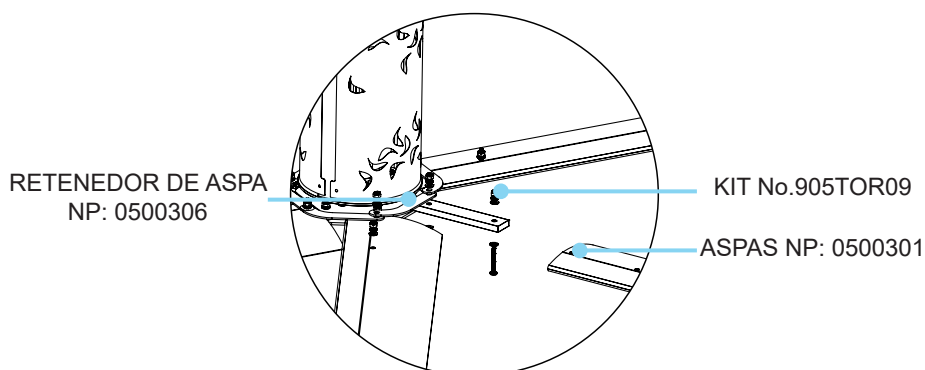

Fig. 9.1
9.1 Instale cada aspa (NP: 0500306) del ventilador deslizándolas lentamente en cada una de las barras del centro del ventilador Fig. 9.1
Los retenedores de aspa NP: 0500306 se instalan de manera que el primero quede encima del segundo y así sucesivamente hasta instalar los ocho retenedores Fig. 9.1.